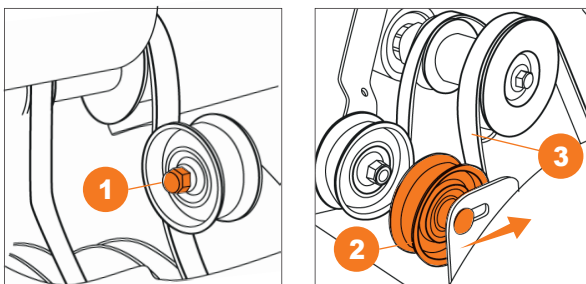

Рис. 46
- В случае если щетка не вращается или перестает вращаться под нагрузкой и регулировка натяжения троса не дает результата, необходимо произвести натяжку приводного ремня при помощи прижимного ролика (Рис. 46).
- Ослабьте гайку ①, крепления ролика натяжения ремня.
- Переместите ролик ② к ремню привода, не допускайте его касания и затяните гайку.